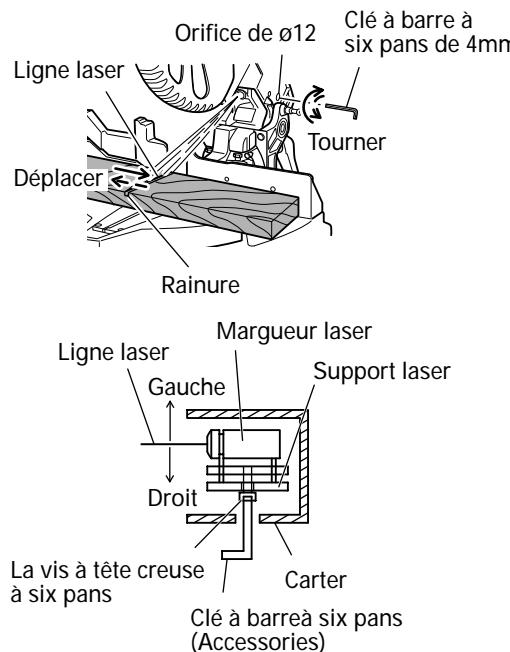

Fig. 16
- Ensuite, insérer une clé à barre hexagonale de 4mm dans l'orifice de diamètre 12 sur le côté du carter d'engrenage, et tourner la vis boulonnée à douille hexagonale pour déplacer le trait laser. (Si l'on tourne la vis à tête creuse à six pans dans le sens des aiguilles d'une montre, le trait laser se déplace vers la droite, et si l'on tourne la vis dans le sens inverse, le trait laser se déplace vers la gauche.) Si on travaille avec la ligne tracée à l'encre sur le côté gauche de la lame de scie, il faut aligner la ligne laser avec le côté gauche de la rainure. (Fig. 16) Si on travaille avec la ligne tracée à l'encre sur le côté droit de la lame de scie, il faut aligner la ligne laser avec le côté gauche de la rainure.